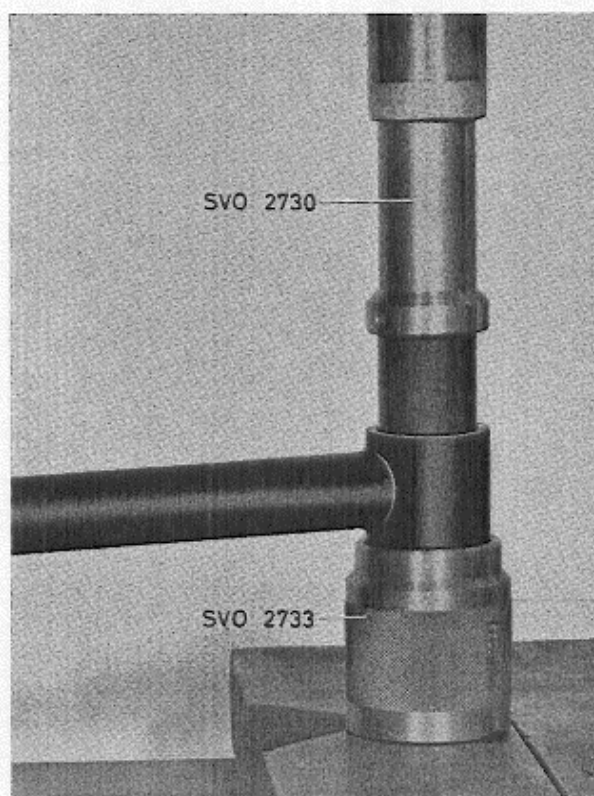

Fig. 7-12. Het monteren van de bus, stabilisatorstang
Inpersen van de busen kan met dezelfde gereedschappen gedaan worden, alleen moet dan SVO 2730 worden omgedraaid (Fig. 7-12).
5. Monteer de stang met de bout aan de chassissteun (Fig. 7-12).
De busen van de torsiestangen worden uitgeperst met SVO 2731 en SVO 2733; zij worden ingeperst met dezelfde gereedschappen, waarbij SVO 2731 wordt omgedraaid (Zie Fig. 7-12).